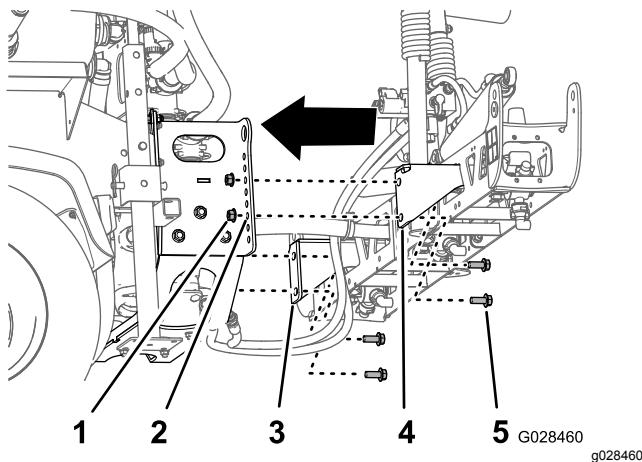

Figura 29
- Allineate il foro sul fondo nelle staffe di montaggio della sezione del gruppo della barra centrale con il terzo foro a partire dall'estremità inferiore dei supporti della barra sul telaio di supporto dell'irroratrice, come illustrato in Figura 29.